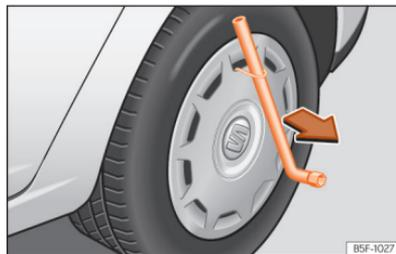

Abb. 239 Die Radvollblende vom Rad abnehmen.
- Radschlüssel durch den Drahtbügel schieben, am Reifen abstützen und Radvollblende abziehen »» (Abb. 239).